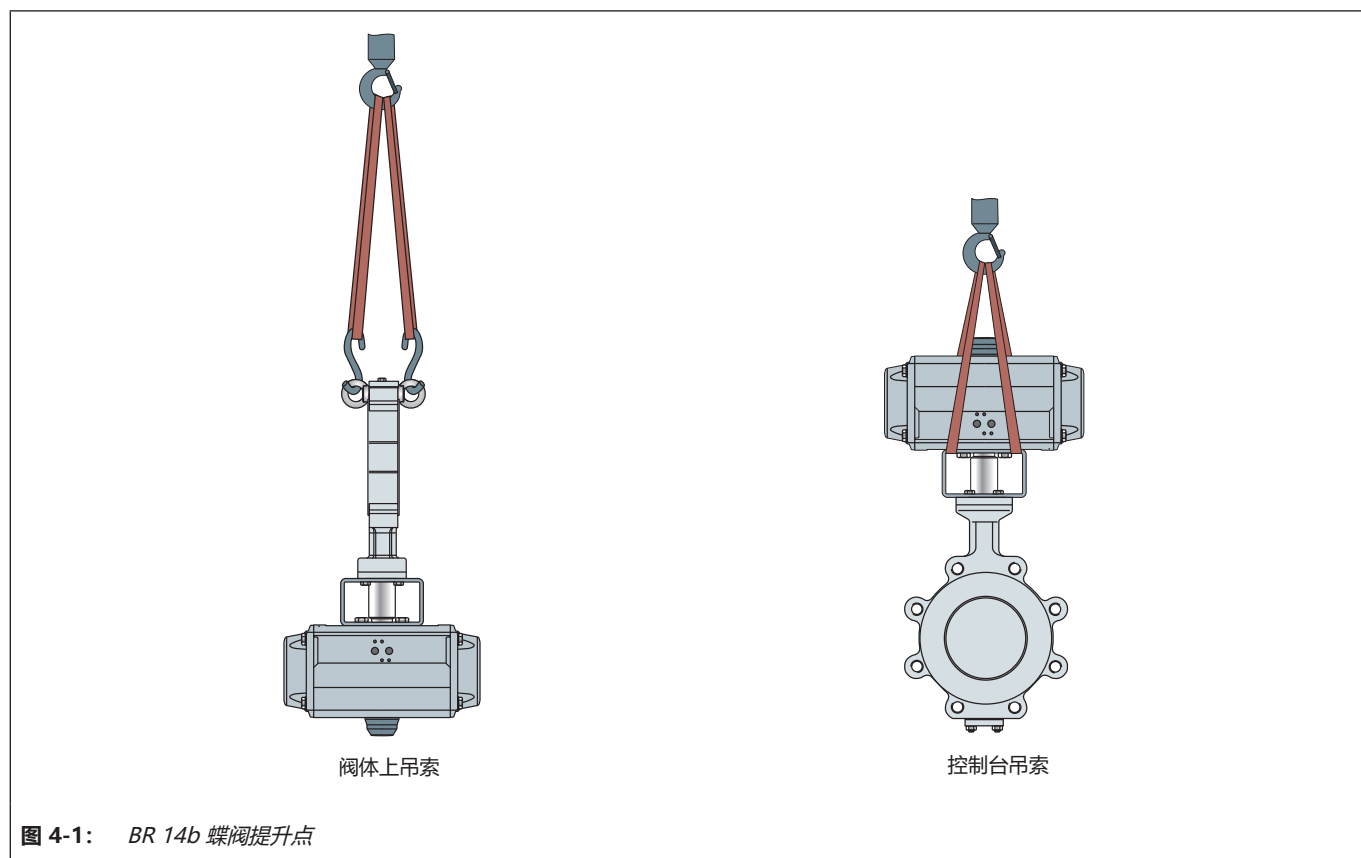

图 4-1: BR 14b 蝶阀提升点
- ⇒ 使用带有安全夹的挂钩作为悬吊元件，以防吊索在提升和运输期间滑离挂钩，请参见图 4-1。
- ⇒ 将吊索扣紧到起重机或叉车的每个悬吊元件（例如，挂钩），请参见图 4-1。在执行此操作时，请检查承载量和吊索长度，以确保安全。
- ⇒ 将吊索扣紧到起重机或叉车的托架和悬吊元件（例如，挂钩），请参见图 4-1。在执行此操作时，请检查承载量和吊索长度，以确保安全。